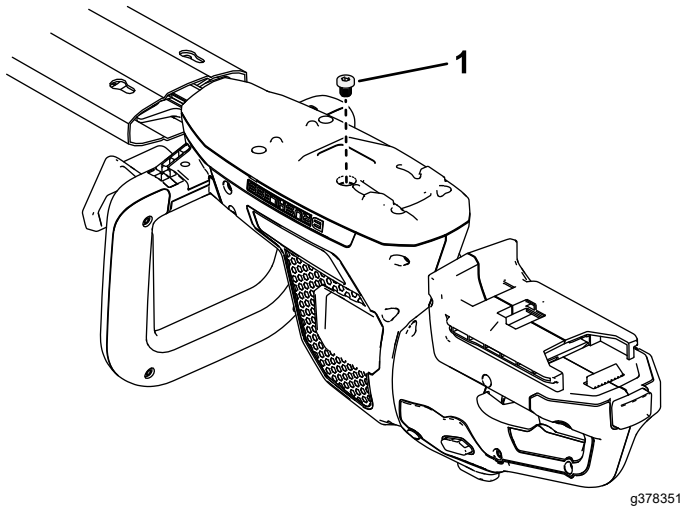

Figura 11
3. Retire el tapón de cabeza allen de la caja de engranajes (Figura 11).